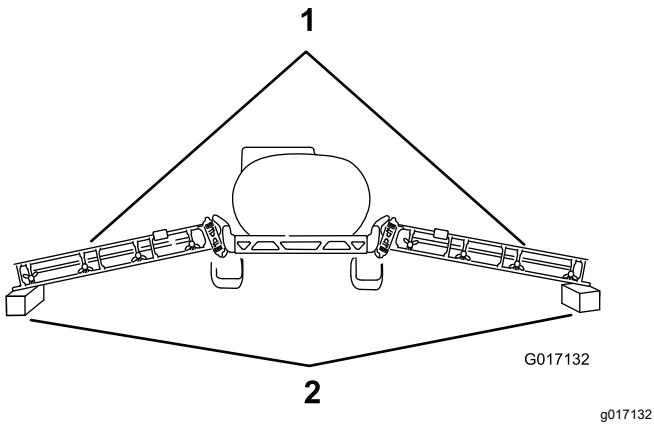

Figura 8
3. Abbassate con cautela le sezioni delle barre esterne sui blocchi di legno alti circa 10 cm, come illustrato nella Figura 8.